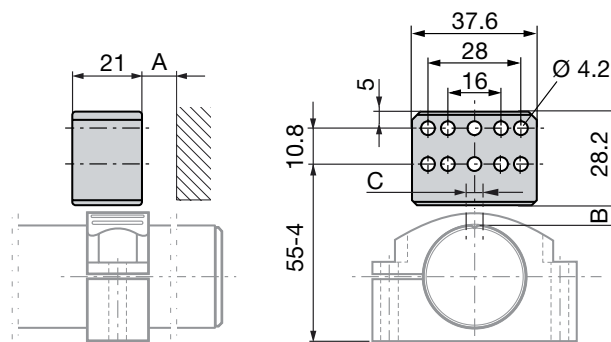
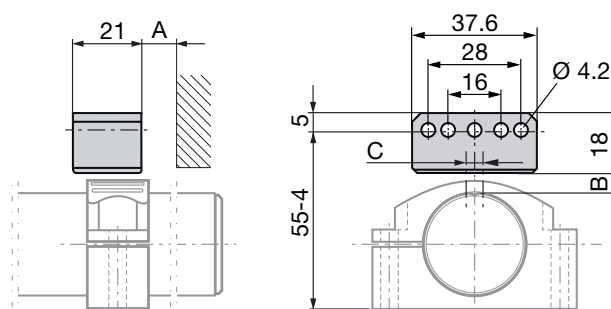

Fig. 5-1: Dimensões e distâncias para o encoder de posição BTL6-A-3800-2
Fig. 5-2: Dimensões e distâncias para o encoder de posição BTL6-A-3801-2
- A distância A entre o encoder de posição e as partes compostas por materiais magnéticos deve ser de pelo menos 10 mm (consultar Fig. 5-1 e Fig. 5-2).
- Para a distância B entre o encoder de posição e o BTL e para o deslocamento central C (consultar Fig. 5-1 e Fig. 5-2), respeitar os seguintes valores:
Tab. 5-1: Distância e deslocamento do encoder de posição (consultar Fig. 5-1 e Fig. 5-2)